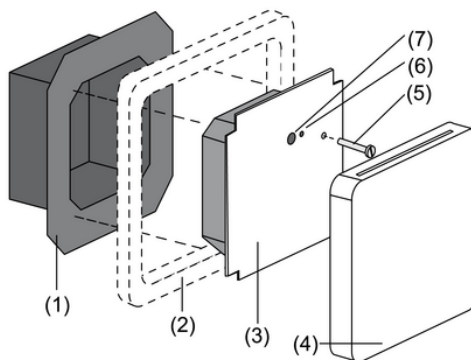
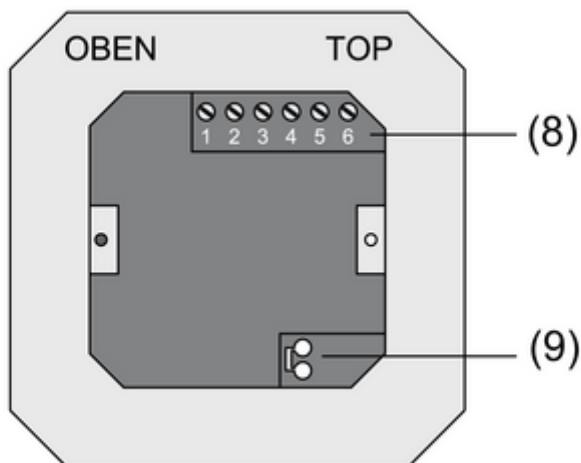
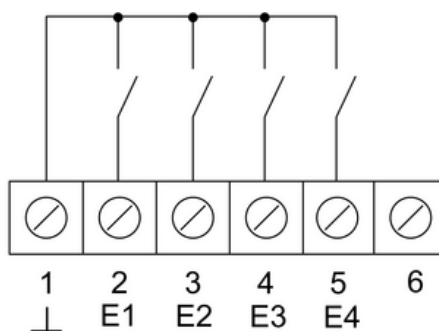
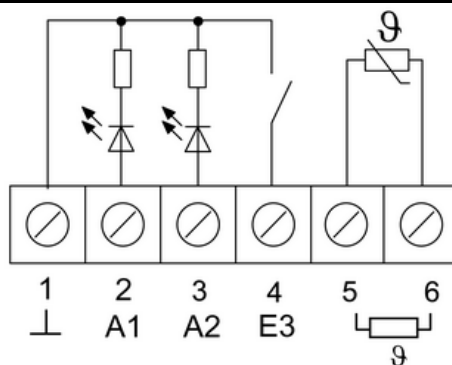

Рис. 1
Рис. 2
Рис. 3
Рис. 4
- Отделите клеммную вставку (1) от электронной насадки (3) (Рис.1)
- Подключите шинный кабель к соответствующей клемме (9) в клеммной вставке (Рис.2)
- Подключите двоичные входы **E1...E4**: замыкатели или размыкатели (в виде выключателей или кнопочных выключателей) к клеммам **1 и 2...5** (Рис.3) клеммной колодки (8) (Рис.2)
- Подключите двоичные выходы **A1...A4**: светодиоды или электронные реле к клеммам **1 и 2, 3** (Рис.4) клеммной колодки (8) (Рис.2)
- Подключение внешнего датчика температуры производится к клеммам **5** и **6** (Рис.4) клеммной колодки (8) (Рис.2)
- ❶ Возможно удлинение соединительной линии внешнего датчика температуры максимально до 50 м. с помощью витого кабеля, например J-Y(St)Y-2x2x0,8. При применении для этих целей шинного кабеля KNX, используйте вторую пару (бело-жёлтую).
- Установите клеммную вставку (1) (Рис.1) в подрозетник скрытого монтажа. Обратите внимание на правильность установки в соответствии с надписью "ВЕРХ" (**OBEN \ TOP**) Подключение шины (9) (Рис.2) должно располагаться внизу справа.
- Установите декоративную рамку (2) на клеммную вставку (1) (Рис.1)
- Вставьте электронную насадку в клеммную вставку в правильном положении (Рис.1)
- Снимите крышку (4) (Рис.1)
- Закрепите электронную насадку стопорным винтом (5) (Рис.1)
- Снова установите крышку (4) (Рис.1)
- ❶ Используйте программу ETS2 начиная с версии 1.2.
- Нажмите кнопку программирования (7) (Рис.1).
Загорится светодиодный индикатор режима программирования (6) (Рис.1).
Светодиодный индикатор режима программирования погаснет (6) (Рис.1).
- ❶ При повторной сборке после проведения отделочных работ - обращайтесь внимание на соответствие конкретной вставки и конкретной насадки.